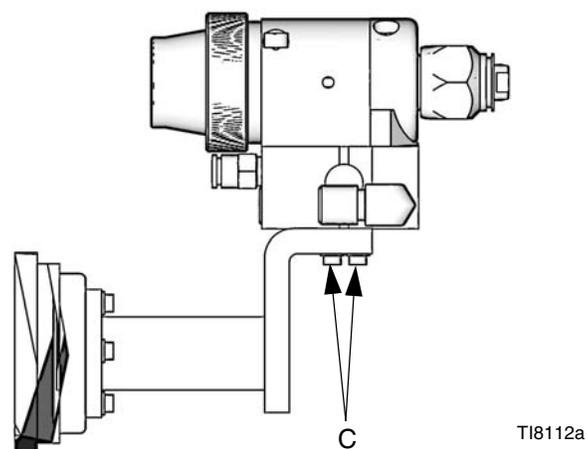

FIG. 4: Montaje de soporte estacionario
Para montar la pistola en un soporte estacionario, (consulte FIG. 4 y **Disposición de los orificios para el montaje**, página 28):
3. Instale una válvula neumática de cierre de tipo purga en la línea de suministro del cilindro, corriente abajo del regulador de aire, para cerrar el aire al cilindro de la pistola. Conecte la línea de suministro de aire a la entrada de aire del cilindro de la pistola (C). Vea la Fig. 4.
4. En el caso de las aplicaciones de pulverización de pintura, instale un filtro de fluido en línea, ref. pieza 210500, en la entrada de fluido de la pistola (F) para evitar que la boquilla de pulverización se obstruya con partículas procedentes del fluido. Vea la Fig. 4.
5. Conecte la manguera de fluido conductora de electricidad a la entrada de fluido de la pistola (F) o al filtro opcional en línea.